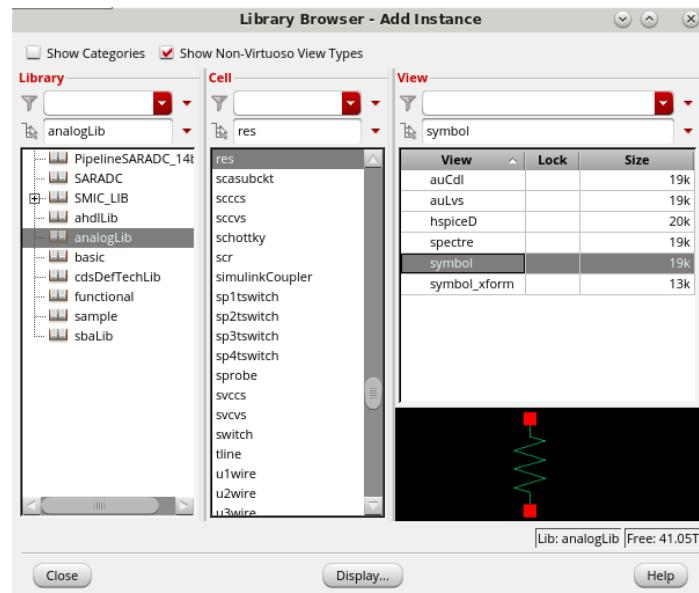

图 15 选择 res 单元
11. 在弹出的如图 15 所示的对话框中，选择 Library 列中的 analogLib，Cell 列中的 res，View 列中的 symbol。点击键盘上的 Enter 键。